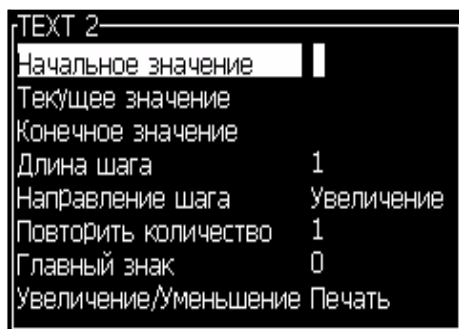

Рисунок 5-28: Диалоговое окно “New Counter” (новый счетчик)
- 4 Нажмите кнопку “Enter” (ввод) для открытия диалогового окна “counter” (счетчик) для счетчиков Рисунок 5-28).
- 5 Установите параметры для всех полей в диалоговом окне “Counter Configuration” (конфигурация счетчика) (смотрите Рисунок 5-28).